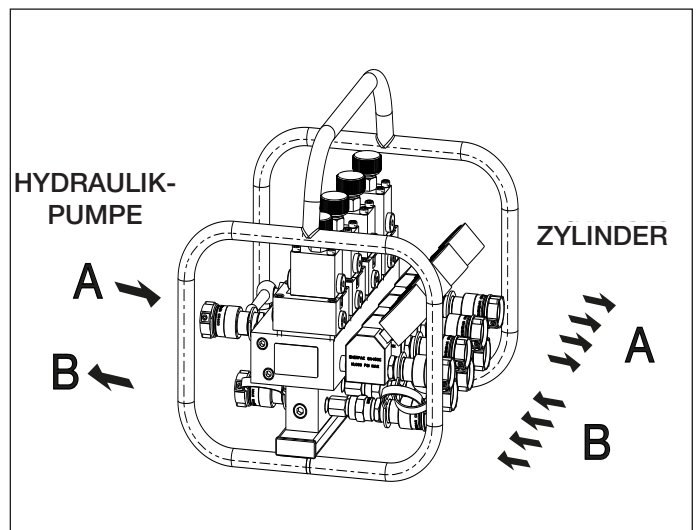

Abbildung 3, Anschlussschema für Verteiler SFM42
Siehe Abbildung 3.
- Zylinder ausfahren: Wählen Sie mit dem Drehknopf jedes Durchflussregelventils das gewünschte Fördervolumen pro Ausgang. Stellen Sie das Druckbegrenzungsventil an der Haupthydraulikpumpe auf 100 - 200 bar [1.500 - 2.900 psi] höher als den Betriebsdruck der Zylinder ein. Betätigen Sie die Hydraulikpumpe und das Wegeventil so, dass das Fördervolumen mit kontrollierter Geschwindigkeit von der Hydraulikpumpe zum Eingang „P“ des Verteilers mit Ausgängen für geteilten Förderstrom geleitet wird. Stellen Sie sicher, dass das Absenkenventil vor dem Betrieb manuell im Uhrzeigersinn geschlossen wird. Das Fördervolumen wird von Ausgang „A“ zum Ausfahr-Anschluss des Zylinders geleitet, um den Kolben auszufahren (siehe Abbildung 3). Das Fördervolumen wird durch Anschluss „B“ zum Tank zurückgeleitet.